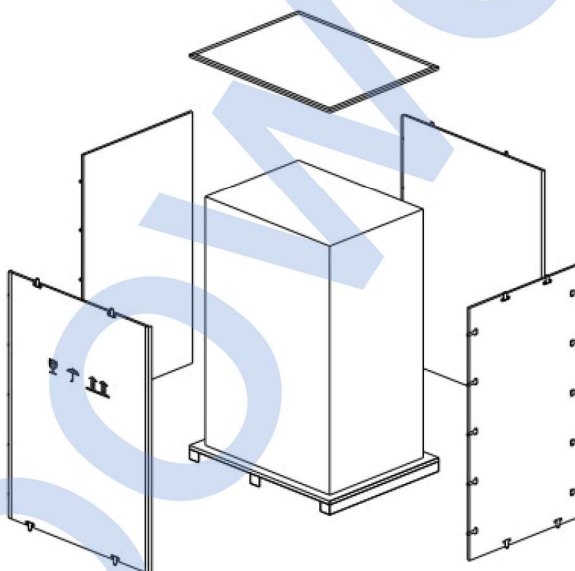

Рис. 3-3. Распаковка ИБП.
3. Снимите защитную упаковку (рис.3-3.).